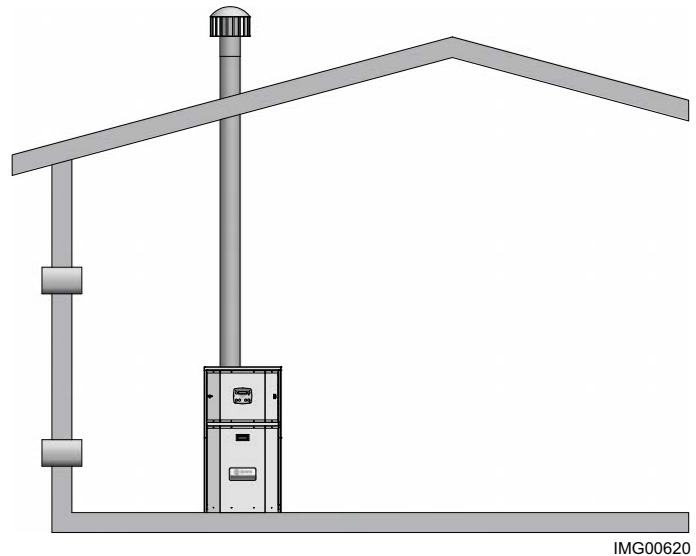

Figure 1-2_Air de combustion direct de l'extérieur
1. Si l'air est pris de l'extérieur du bâtiment sans conduit, aménagez deux ouvertures permanentes vers la salle d'équipement (voir FIG. 1-2):